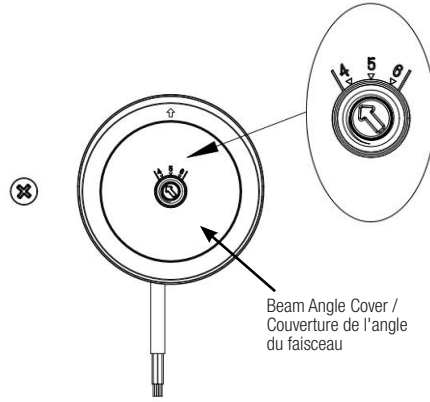

Fig. 2
2. Use a flathead screwdriver to remove the beam angle cover as shown in Figure 2. Adjust the beam angle as needed (4 represents 4Hx4V, 5 represents 5Hx5V, 6 represents 6Hx6V). Once adjusted, screw the beam angle cover back on.
2. Utilisez un tournevis à tête plate pour retirer le couvercle de l'angle du faisceau, comme illustré à la Figure 2. Ajustez l'angle du faisceau selon vos besoins (4 représente 4Hx4V, 5 représente 5Hx5V, 6 représente 6Hx6V). Une fois le réglage effectué, revissez le couvercle de l'angle du faisceau.